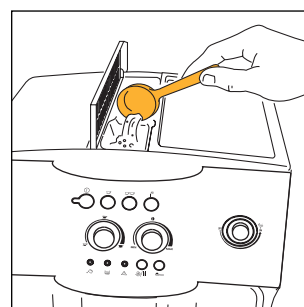

Fig.19
2. Öppna locket i mitten och häll i ett mått färdigmalat kaffe i tratten (fig. 19). Följ sedan anvisningarna i avsnitt 5.